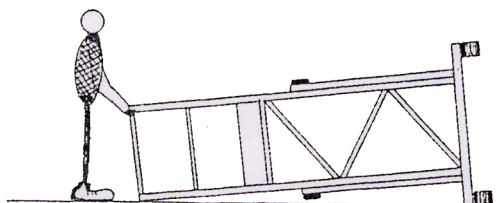

Fig. 2
3. Porre la scala su un fianco (Fig. 2).